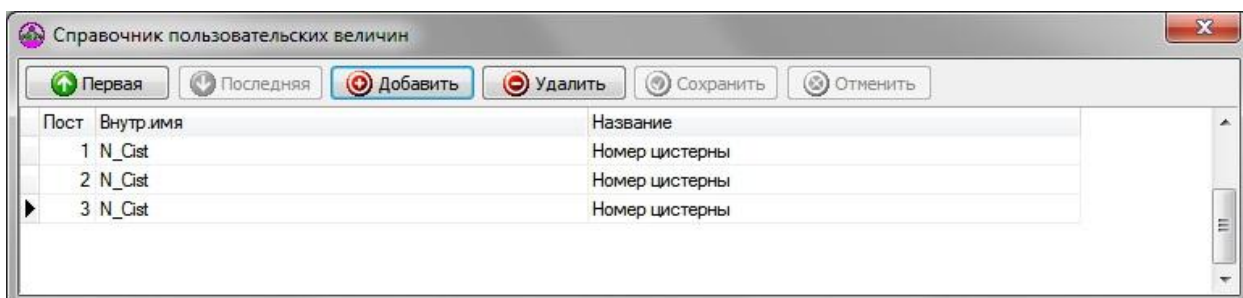

Рисунок 20 – Справочник пользовательских величин
- 2) Заполнить поля: «Пост», «Внутр. имя» и «Название». В поле «Пост» указывается номер поста, к которому будет привязана данная величина. Следует отметить, что пользовательская величина привязывается лишь к одному посту. Для создания данной величины на нескольких постах, необходимо повторно создать данную величину с указанием другого нужного номера поста (см. рис. 20). Поле «Название» - это имя пользовательской величины, которое служит для отображения в технологическом модуле. В поле «Внутр. имя» указывается название поля в базе данных. Внутреннее имя является уникальным и обычно задается на английском языке.